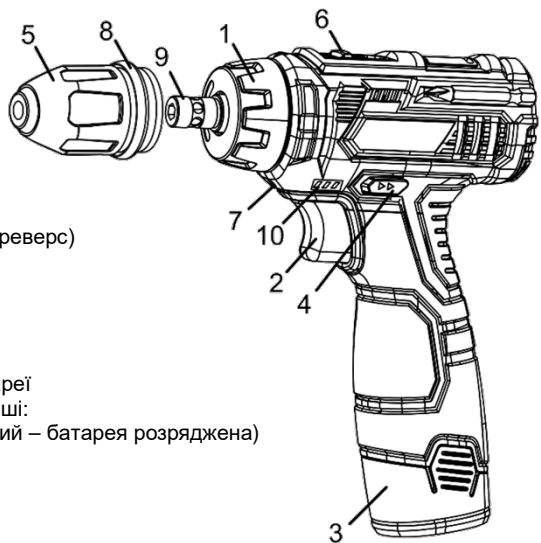
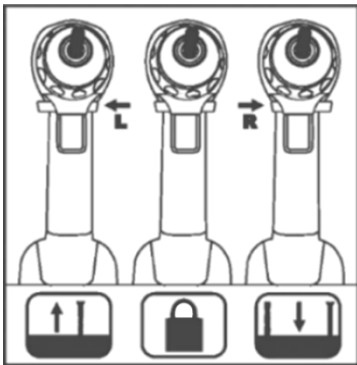
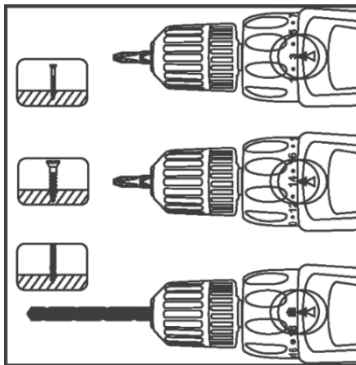

Рисунок 1
Рисунок 2
Рисунок 3
- щоб увімкнути виріб, натисніть на пускову клавішу (2, рисунок 1) з необхідним зусиллям;
4.3.1 Біта-викрутка з шестиграним тілом розміром 1/4 дюйма може бути встановлена як у швидкозатискний патрон (5, рисунок 1), так і безпосередньо в шестиграний посадковий отвір шпинделя (9, рисунок 1), якщо патрон знятий, причому шурупверт стає більш компактним і зручним для робіт у важкодоступних місцях.
- посуньте кільце фіксації патрона (8, рисунок 1) у бік його передньої частини й одночасно потягніть сам патрон, щоб зняти його зі шпинделя;
- вставте необхідну біту в шестиграний посадковий отвір шпинделя (9, рисунок 1) до упору;
- при встановленні патрона обов'язково простежте, щоб кільце фіксації (8, рисунок 1) як слід замкнулося, надійно зафіксувавши патрон на шпинделі шурупверта.
4.3.2 Перемістіть повзунку механічного перемикача (6, рисунок 1) до упору в положення «1» для вибору швидкісного діапазону 0-400 об/хв.
4.3.3 Виберіть необхідний напрямок обертання шпинделя залежно від характеру виконуваної операції, перемістивши перемикач реверсу (4, рисунок 1) в потрібне положення натисканням до упору кнопки з відповідним символом з правого або лівого боку корпусу виробу (дивіться рисунок 2).
4.3.4 Встановіть необхідний крутний момент, сумістивши вибране значення на кільці регулятора крутного моменту (1, рисунок 1) зі стрілкою на верхній частині корпусу шурупверта (дивіться рисунок 3).
4.4.1 Встановіть свердло необхідного діаметра у швидкозатискний патрон (5, рисунок 1). Для цього:
У разі, якщо патрон зі встановленим свердлом знятий зі шпинделя, встановіть його на місце (біту зі шпинделя можна не виймати). При цьому обов'язково простежте, щоб кільце фіксації (8, рисунок 1) як слід замкнулося, надійно зафіксувавши патрон на шпинделі шурупверта.
4.4.2 Перемістіть повзунковий механічний перемикач (6, рисунок 1) до упору в положення «2» для вибору швидкісного діапазону 0-1400 об/хв.
4.4.3 Виберіть правильний напрямок обертання шпинделя для операції свердління, перемістивши перемикач реверсу (4, рисунок 1) в потрібне положення натисканням до упору кнопки з відповідним символом з правого боку корпусу виробу (дивіться рисунок 2).
4.4.4 Встановіть максимальний крутний момент без прослизання торсіонної муфти (без спрацьовування «тріскачки»), сумістивши значок «свердло» на кільці регулятора крутного моменту (1, рисунок 1) зі стрілкою на верхній частині корпусу шурупверта (дивіться рисунок 3).